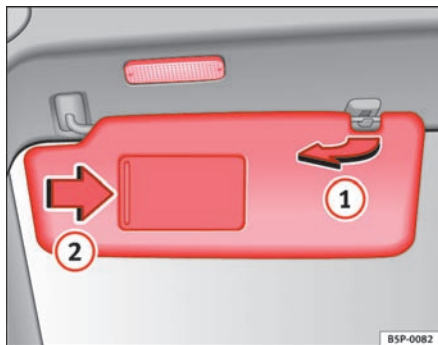

Fig. 82 Solskærm i førersiden
Solskærmene til fører og forsædepassager kan trækkes ud af holderne i midten af bilen og drejes over til dørene ⇒ fig. 82 ①.